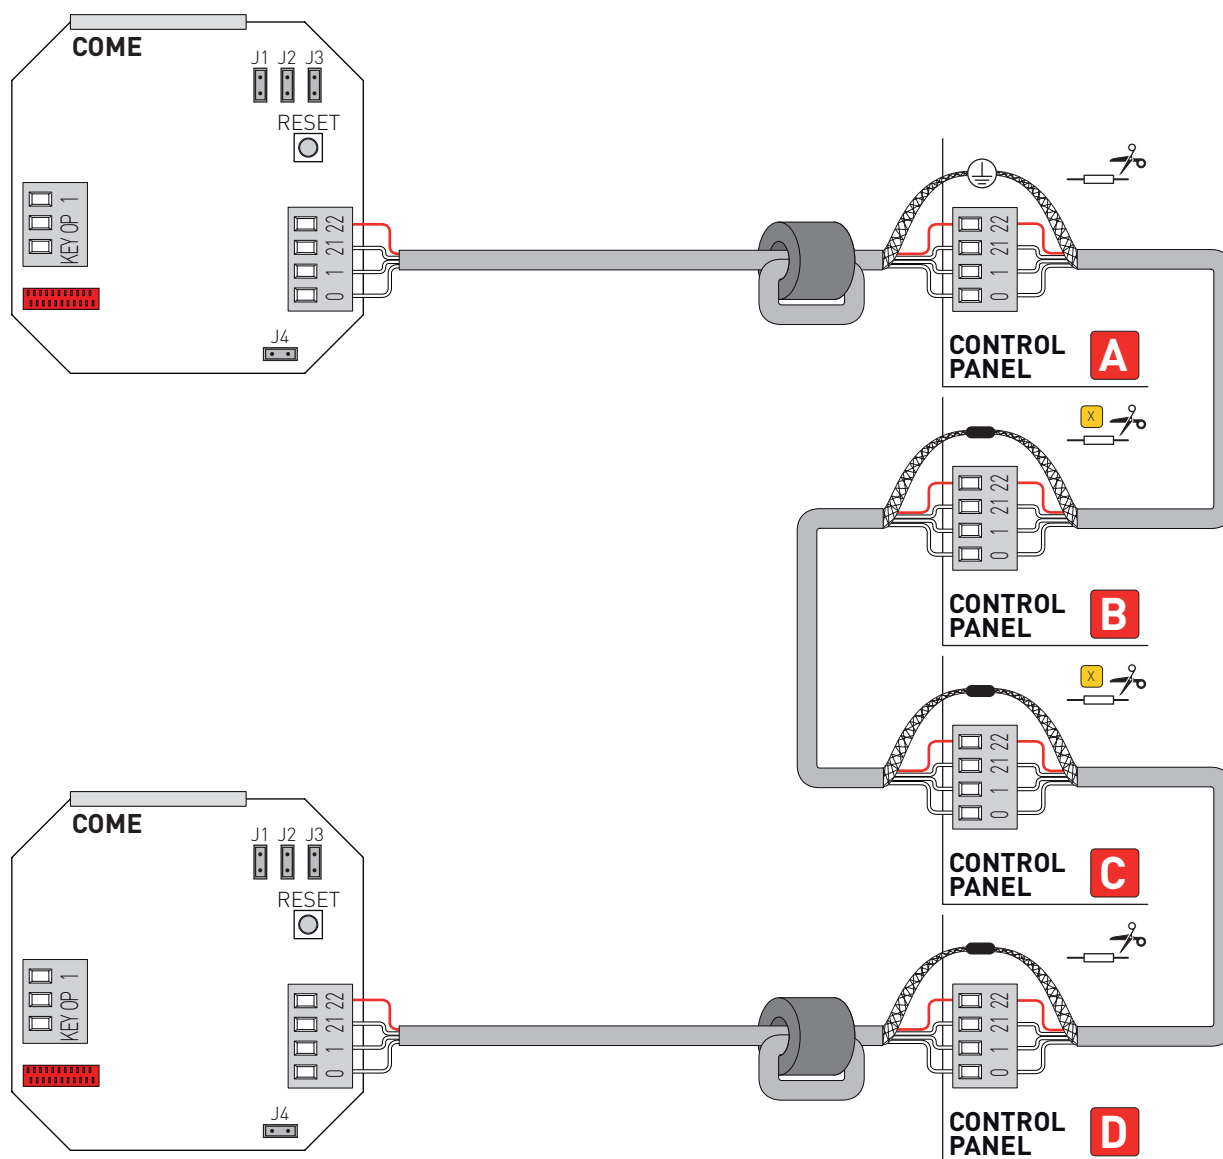

Fig. 5
- E' possibile collegare uno o due selettori di funzioni COME per impostare le medesime modalità di funzionamento fino a quattro automazioni (non ridondanti), come indicato in fig. 5.
Quando il selettore di funzioni COME gestisce più di due automazioni, tagliare la resistenza  presente nei quadri elettronici intermedi (fig. 5).
- One or two COME function selectors can be connected in order to set the same function modes up to a maximum of four different automations (not redundant type), as shown in fig. 5.
When COME function selector manages more than two automations, cut the resistor in the intermediate control panels (fig. 5).